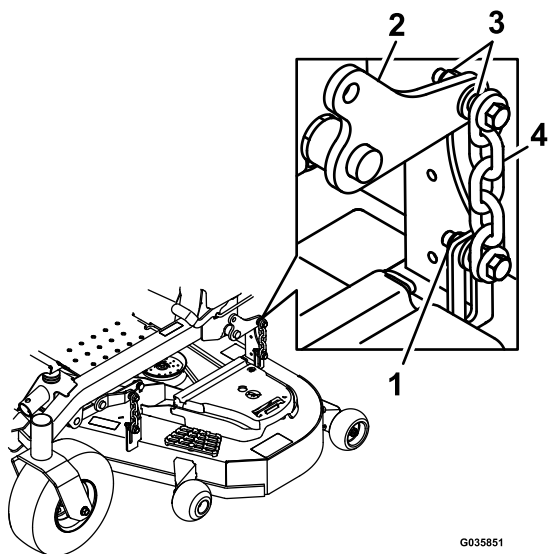

Figura 84
13. Desaperte as porcas de bloqueio nos 4 cantos de forma que a plataforma assente de forma segura nos quatro calços (Figura 84).